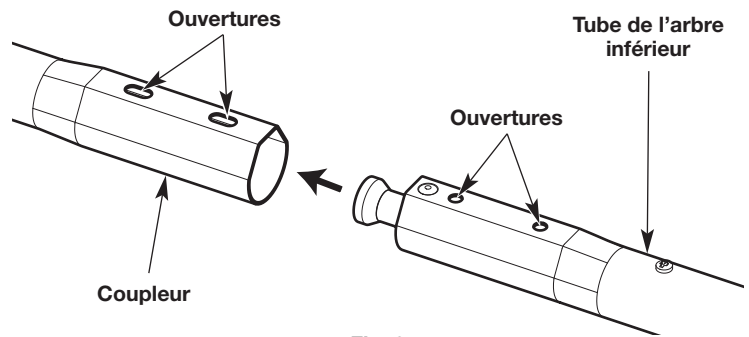
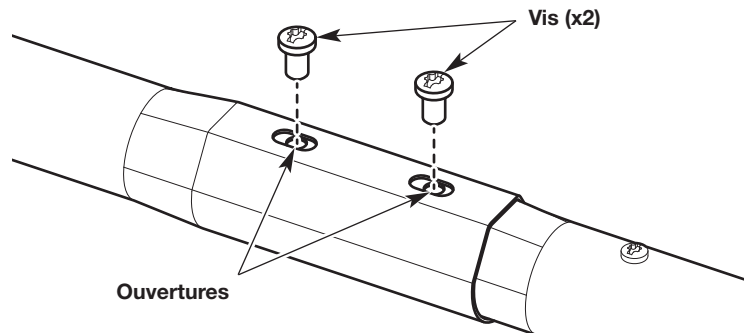

Fig. 6
Fig. 7
2. Retournez la partie supérieure de l'unité. Les orifices situés sur le coupleur doivent être orientés vers le haut (Fig. 6).
3. Retournez la partie inférieure de l'unité. Les orifices situés sur le tube inférieur de l'arbre doivent être orientés vers le haut (Fig. 6).
4. Enfoncez le tube inférieur de l'arbre dans le coupleur (Fig. 6). Les orifices situés sur le tube inférieur de l'arbre devraient s'enligner avec ceux du coupleur (Fig. 7).
5. Insérez les vis (2) dans les orifices enlignés (Fig. 7).